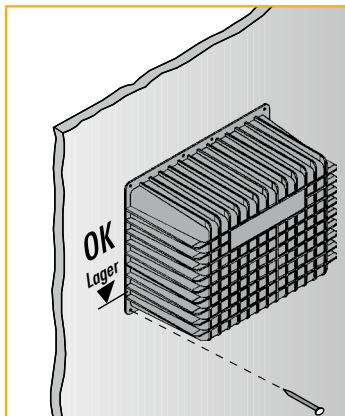

Abbildung 1a
- ▶ Schöck Tronsole® Typ AZ einmessen und waagrecht an der Schalung fest annageln. Dafür alle Nagellöcher verwenden. Die Angabe „OK Lager“ auf der Schöck Tronsole® Typ AZ kennzeichnet das Auflagerniveau für die später hergestellte Stahlbetonkonsole (Abbildung 1a).